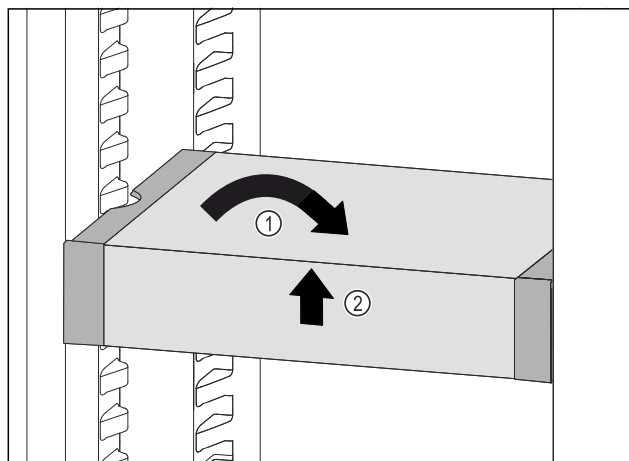

Fig. 53
- ▶ VarioSafe postavte rovno. Fig. 53 (1)
- ▶ VarioSafe nadvihnite vpredu. Fig. 53 (2)